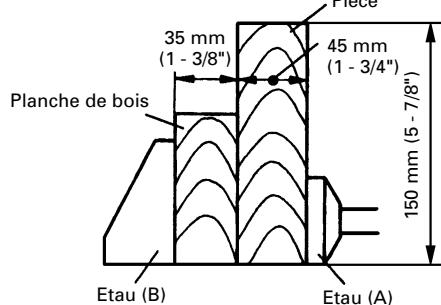

Fig. 20
- (2) La Fig. 20 montre les dimensions d'une pièce de grande largeur qui va être coupée à un angle de 45° . L'utilisation d'une planche, comme illustré sur la Fig., permet de couper des pièces d'une largeur maximale de 45 mm (1-3/4") et d'une hauteur maximale de 150 mm (5-7/8"). Quand l'outil électrique quitte nos usines, la lame est fixée à la position de 130 mm (5-1/8"). Régler la position de la poignée pour couper une pièce de grande largeur et de 150 mm (5-7/8") de hauteur. (Voir p. 29: "6. Réglage de la position de la poignée".)